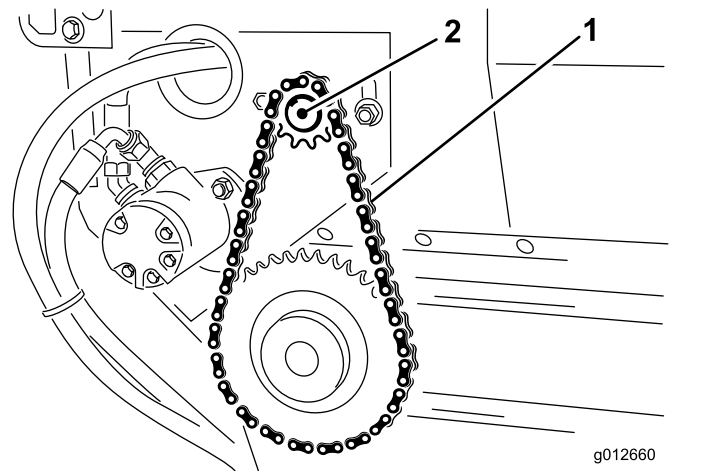

Figure 19
3. Desserrez les boulons et écrous qui fixent l'ensemble moteur et pignon au cadre principal (Figure 19).
4. Faites tourner l'ensemble moteur et pignon (Figure 19) dans les fentes de montage jusqu'à ce que la chaîne de la bande transporteuse présente une flèche de 3,2 mm.
5. Resserrez les boulons de fixation (Figure 19).